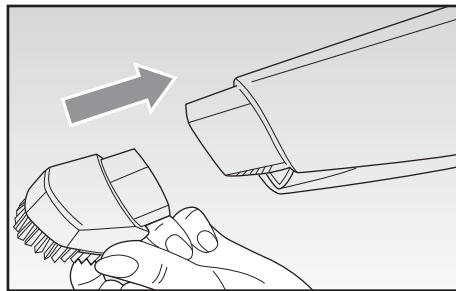
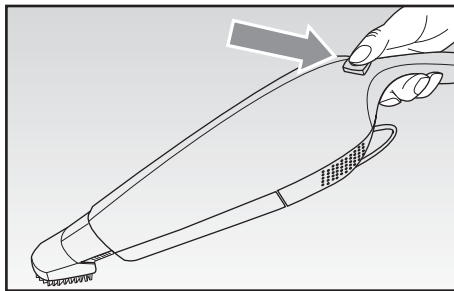

Fig. 8
Fig. 9
- All'estremità del contenitore della polvere (F), applicare l'accessorio desiderato (Fig. 8); premere il pulsante di accensione (B) per mettere in funzione l'aspiratore portatile utilizzando mediante l'apposita impugnatura (Fig. 9).